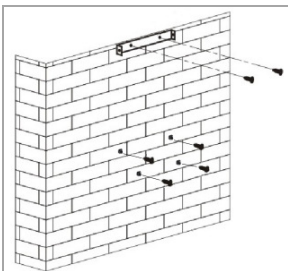

Bild 2
- Vor dem Einhängen der Dunsthaube (**Bild 2**):